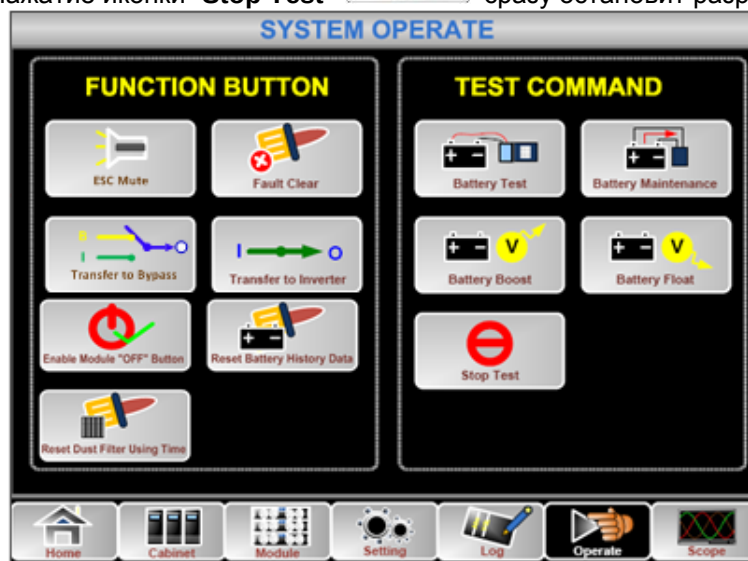

Рис.4-4 Тестирование батарей
3. Загорится экран на панели оператора и появится начальная страница, как показано на Рис.4-4.